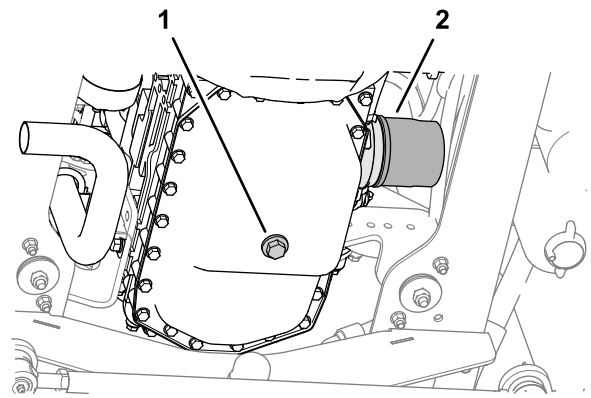

Figura 53
1. Retire el tapón de vaciado y deje fluir el aceite a un recipiente apropiado (Figura 53).